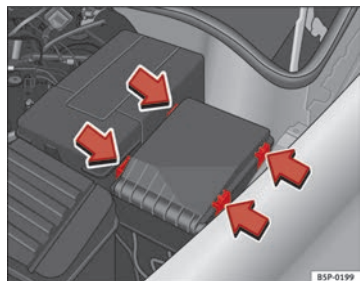

Fig. 185 Copertura della scatola dei fusibili nel vano motore
- Rimuovere la copertura dei fusibili situata nel vano motore premendo le linguette verso il centro della copertura ⇒ fig. 185.